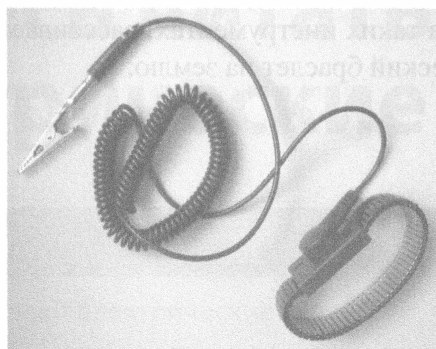

Рис. 13.6. Антистатический браслет снижает (или даже полностью устраняет) риск электростатического разряда
- » **Используйте антистатический браслет.** Антистатический браслет, показанный на рис. 13.6, заземляет вас и, таким образом, предотвращает накопление на вашем теле зарядов статического электричества. Он является одним из наиболее эффективных способов устранения ЭСР. К тому же такой браслет недорогой (его можно приобрести по цене, не выше 10 долларов). Чтобы воспользоваться таким браслетом, закатайте рукава рубашки; снимите с себя все кольца, наручные часы, браслеты и прочие металлические предметы и украшения; наденьте антистатический браслет на запястье. Затем надежно прикрепите зажим антистатического браслета к какому-либо заземленному предмету, например к оголенной (незакрашенной) части корпуса вашего настольного компьютера (при этом шнур компьютера должен быть включен в настенную розетку) или просто к заземляющему контакту надлежащим образом смонтированной настенной розетки. Обязательно ознакомьтесь с инструкцией по применению своего антистатического браслета.